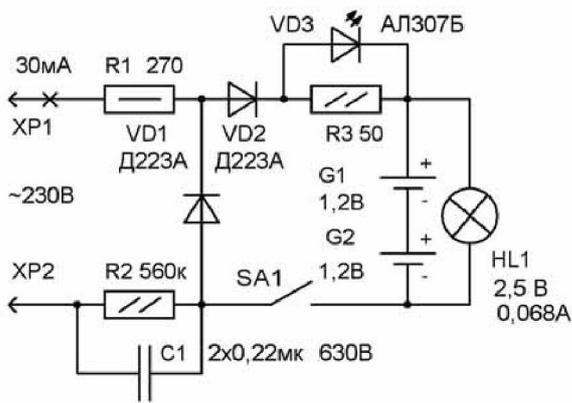
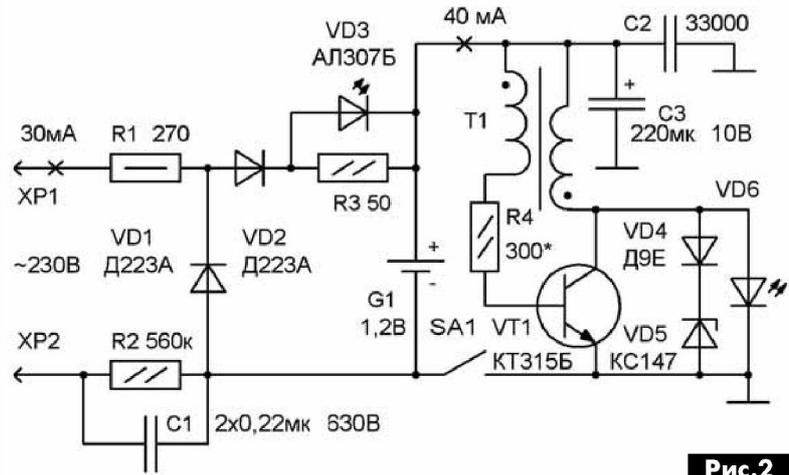

Рис. 1
Рис. 2
- изменена схема (рис. 1);
Во втором, более сложном варианте реанимации АКФ была полностью изменена схема (рис. 2). В фонарик установлены элементы схемы выпрямителя R1, R2, C1, VD1, VD2, и индикации тока заряда VD3, R3 АК на светодиоде VD3, и один АК (третий АК от упомянутой ранее купленной АКБ) вместо двух. Изготовлен излучатель на сверхъярком белом светодиоде. Изготовлен транзисторный преобразователь напряжения для его питания [1].
Как видно из рис. 1 и рис. 2, в режиме заряда АК напряжение сети 230 В через балластный конденсатор C1 поступает на однополупериодный выпрямитель на диодах VD1 и VD2, выпрямляется, и через схему индикации тока заряда на резисторе R3 и диоде VD3 на АК. Схемы выпрямителя и индикатора тока заряда для рис. 1 и рис. 2 – аналогичны.
При включении фонаря рис. 2 напряжение от АК через выключатель SA1 поступает на DC / AC преобразователь, собранный по схеме блокинг-генератора. Баланс фаз в генераторе обеспечен конструктивно намоткой и соединением обмоток I и II между собой трансформатора T1. Баланс амплитуд обеспечен числом витков базовой обмотки трансформатора T1, и смещением транзистора по постоянному току через резистор R4.